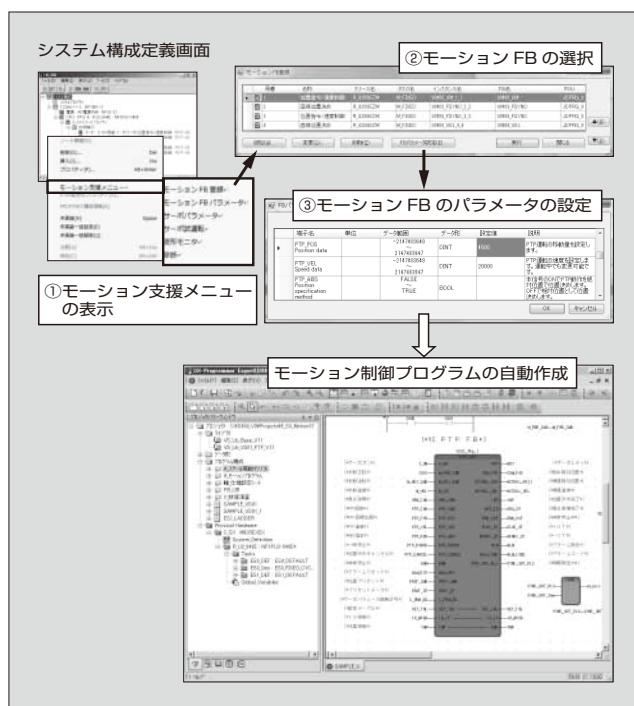

図 4 支援ツール「SX-Programmer Expert」の自動プログラミング機能
モーション制御プログラムの核となるモーション FB を支援ツール内に標準命令として搭載し、自動的にプログラミングできる機能を追加した。ユーザは、次に示す手順で簡単にモーション制御プログラムを作成できる（図 4）。
(a) システム構成定義画面からモーション支援メニューを表示する（図 4 ①）。
(b) 適用するモーション FB を選択する（図 4 ②）。
(c) モーション FB の各パラメータを設定する（図 4 ③）。